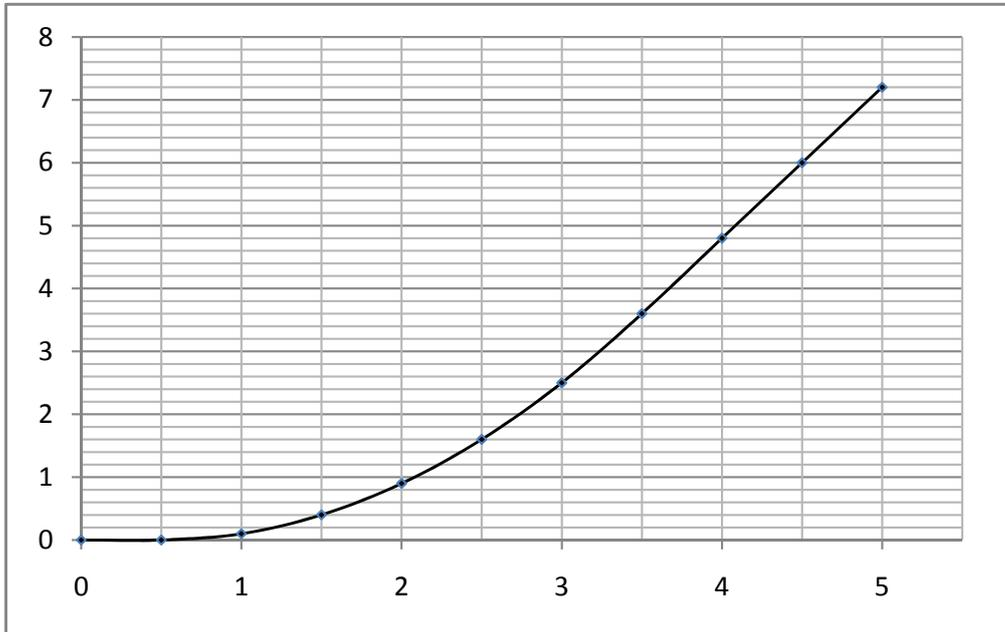

Abbildung 4.2: Steuerkennlinie
- Zeichnen Sie in Abbildung 4.2 die Steuerkennlinie ein!
Siehe Abb. 4.2!